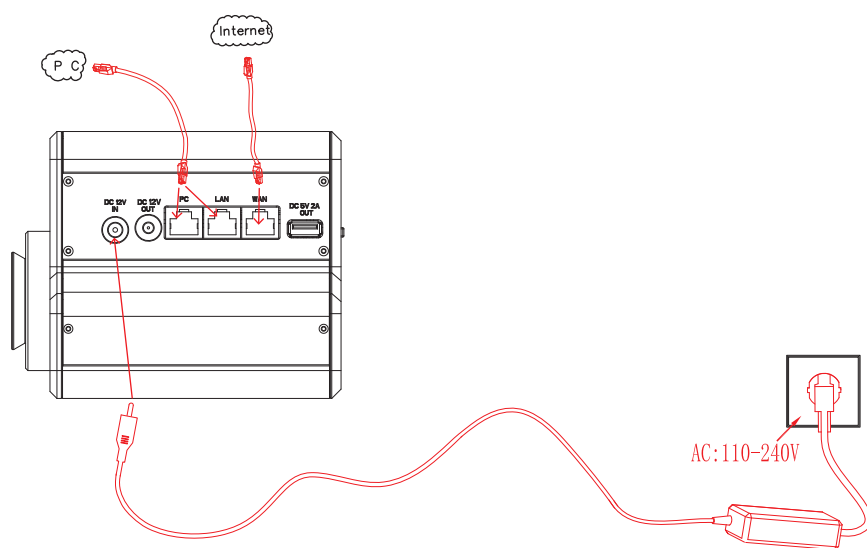

图7
(3) 如有需要，用网线连接矩阵的WAN端口，另一端连接到Internet，如下图7。